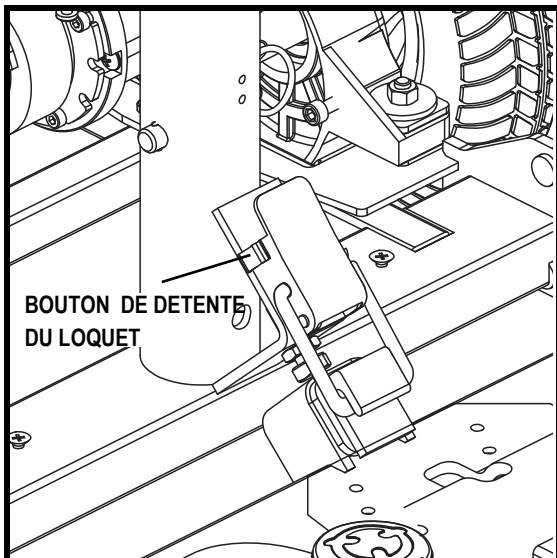

Figure 11. Loquet fermé
6. Pesez sur le bouton de détente du loquet à bascule pour le débloquer tout en tirant sur le loquet vers l'avant. Voir la figure 11.
4. Fermez et verrouillez le loquet en position. Voir la figure 11.